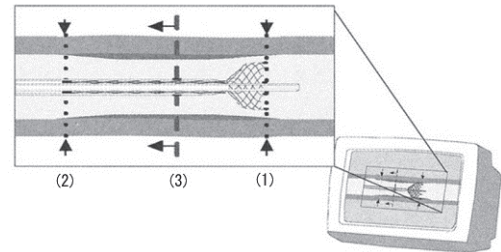

図11
13. ステント展開中には、ステント両端のX線不透過マーカ(1)、(2)を横方向に動かさないこと。ただし、アウターシース上の遠位側マーカ(3)は、ステントが展開されるに従って、近位側に移動する（図11参照）。